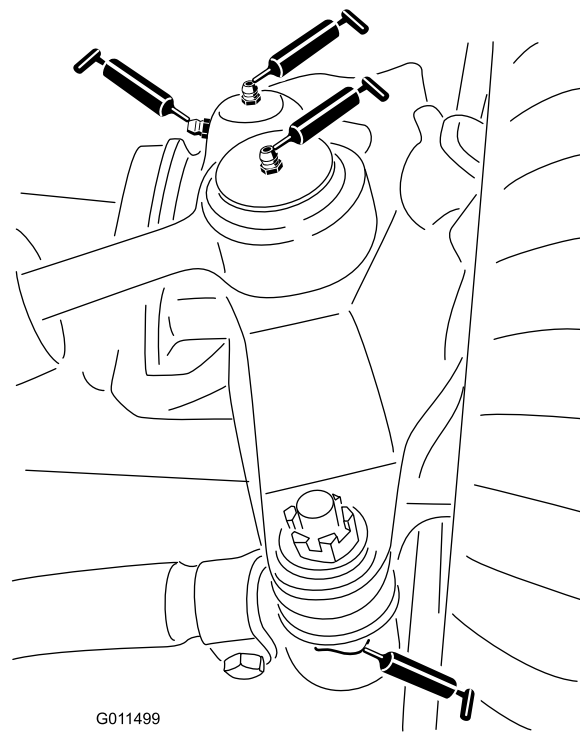

Рисунок 66
- Шаровые опоры гидроцилиндра рулевого управления (2 шт.) (Рисунок 66)
- Шаровые опоры поперечных тяг (2 шт.) (Рисунок 66)
- Втулки поворотных шкворней (2 шт.) (Рисунок 66).